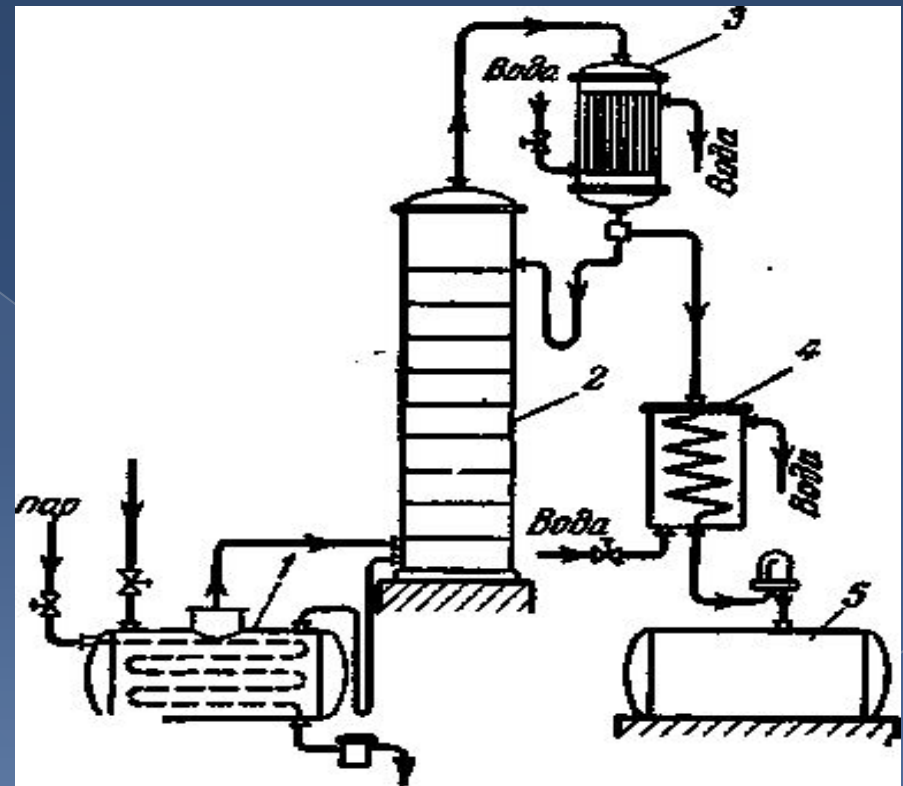

Рис. 386. Схема периодически действующей ректификационной установки:
- В периодически действующей ректификационной установке (рис. 386) перегоняемую смесь загружают в куб 1, нагревают глухим паром до температуры кипения и затем непрерывно поддерживают состояние кипения. Образующийся в кубе пар поступает в колонну 2 (так называемую укрепляющую колонну), где происходит процесс ректификации.